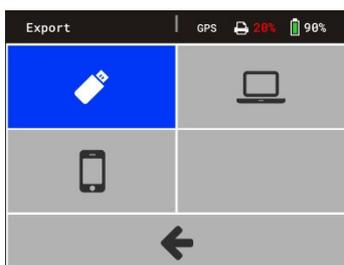

Bild 25
- Im Messgerät unter dem Menü Messdaten  / Export  den Übertragungsmodus  wählen (Bild 25) und mit  bestätigen.